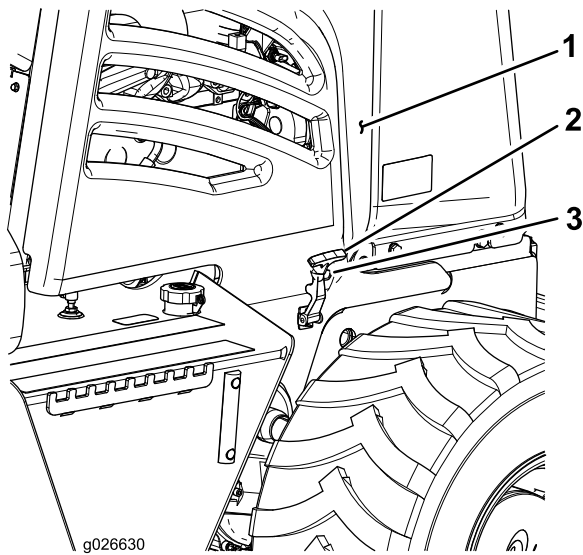

**Figure 34**
- A. Sur le côté gauche de la machine, enlevez la goupille de retenue à l'avant du marchepied (Figure 34).
- B. Faites pivoter le marchepied pour l'écartier de la machine, comme montré à la Figure 34.
- A. Faites pivoter la partie avant du marchepied à sa position d'origine (Figure 34).
- B. Placez le trou du marchepied en face du trou de son support (Figure 34).